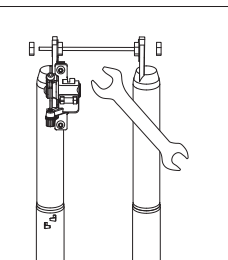

Abbildung 4-2
- Lösen Sie die Schrauben mit einem 15-mm-Maulschlüssel der Reihe nach, wie in **Abbildung 4-2** gezeigt, und entfernen Sie den Vordergabelschutz.